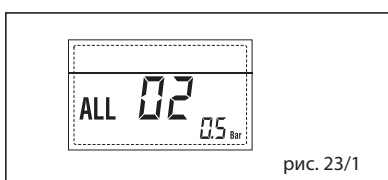

рис. 23/1
- НЕПОЛАДКА - НИЗКОЕ ДАВЛЕНИЕ ВОДЫ, "ТРЕВ. 02" (рис. 23/1)